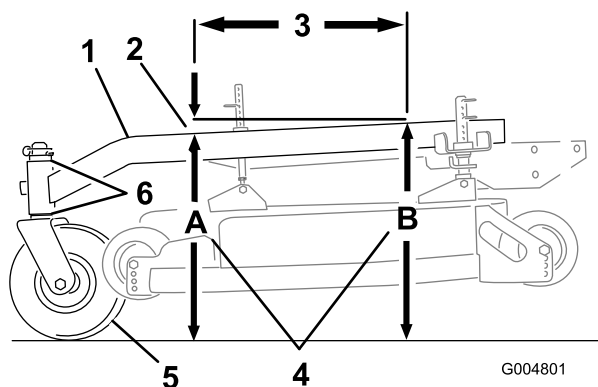

Figura 63
El bastidor de tiro debe tener una inclinación longitudinal de entre 3 mm (1/8 pulg.) y 9 mm (3/8 pulg.) a lo largo de 61 cm (24 pulg.) (Figura 63).
1. Mida 61 cm (24 pulg.) en el bastidor de tiro (Figura 63).
2. Mida la altura del bastidor de tiro en la posición A (Figura 63).
3. Mida la altura del bastidor de tiro en la posición B (Figura 63).
4. La altura en la posición A debe ser de 6-10 mm (1/4-3/8 pulg) menor que la de la posición B (Figura 63).
5. Si la inclinación del bastidor de tiro no es la correcta, mueva los espaciadores de las ruedas giratorias para obtener una inclinación de 6-10 mm (1/4-3/8 pulg) (Figura 63). Mueva espaciadores desde arriba o desde abajo para obtener la inclinación correcta.